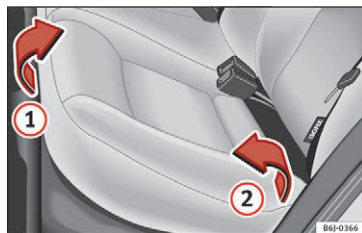
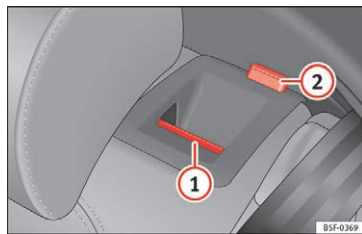

Fig. 153 Løft af bagsædets sædehynde
Fig. 154 I bagsæderygglænet: udløserknap , rød markering
- Tag fat i sædepolstringens forside » Fig. 153 , og træk den opad i pilens retning.
- Løft sædepolstringen ② fremad i pilens retning.
- Træk udløserknappen » Fig. 154 ① fremad, og klap samtidig ryglænet frem. Bagsæderyglænet er udløst, hvis du kan se en rød markering på knappen ②.